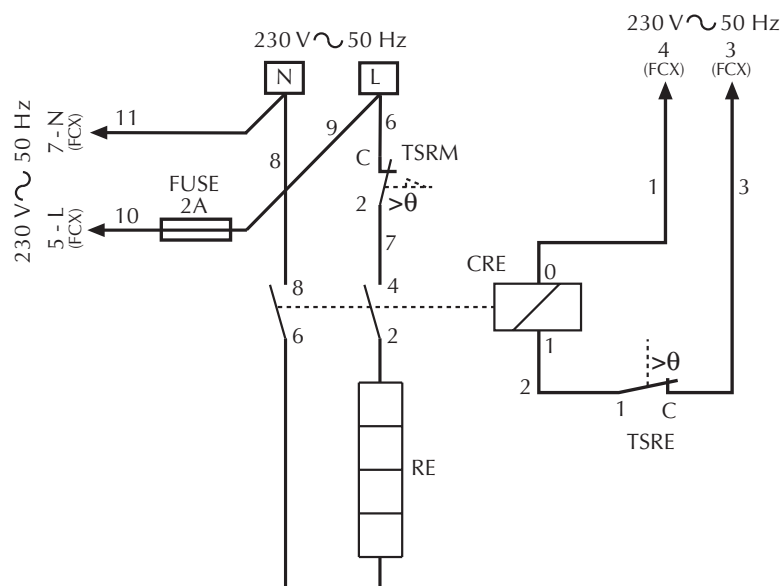

Fig. 5
- connect the cables as shown in the wiring diagrams inside the units. In the wiring diagram of fig. 5 the contactor must be wired to the regulation device.
- brancher les raccordements électriques comme indiqués sur les schémas électriques dans l'appareil. Dans le schéma de fig. 5, le contacteur doit être branché au dispositif de régulation.
ACHTUNG: die Kugel des manuell entriegelbaren Thermostaten und die Kugel des automatisch entriegelbaren Thermostaten müssen in der Folge wie in Abb. 5 hinsichtlich des Luftflusses positioniert sein. Der manuell entriegelbare Thermostat hat einen Rückstellknopf unter dem Befestigungsblech;
- die Elt.-Verdrahtung gemäß den Schaltplänen ausführen. Das Schütz muß mit dem Regelungsorgan angeschlossen sein (Abb. 5)